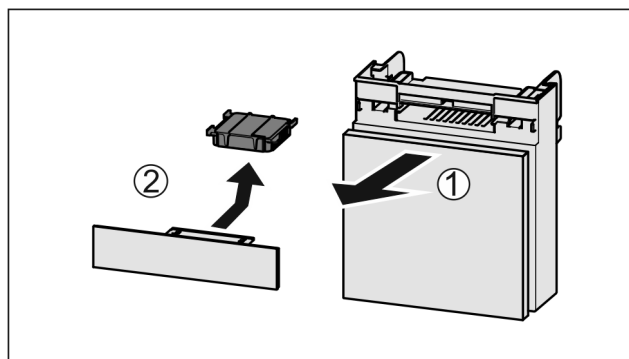

Fig. 34
- ▶ Zásuvku vytáhněte dopředu Fig. 34 (1).
- ▶ Filtr s aktivním uhlím vyjměte Fig. 34 (2).